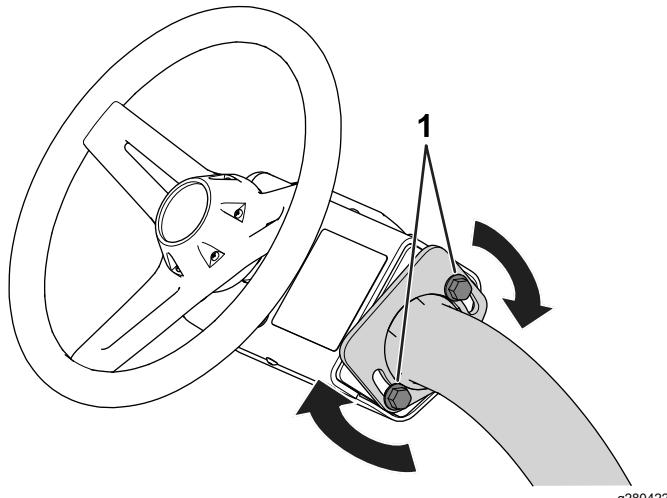

Рисунок 28
1. Ослабьте болты (Рисунок 28) крепления узла рулевого колеса к рулевой сошке.
3. Затяните болты (Рисунок 28), чтобы закрепить узел рулевого колеса в отрегулированном вами положении.